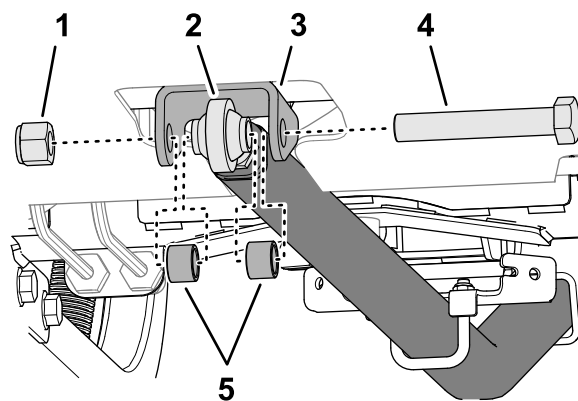

Figure 13
9. Alignez le trou côté tige de la barre d'attelage et les trous du support de la barre d'attelage au niveau la cloison du cadre arrière (Figure 13).
10. Fixez le côté tige de la barre d'attelage sur le support à l'aide de la vis (3/4 x 4 1/2 po), de 2 rondelles et d'un contre-écrou (3/4 po), comme montré à la Figure 13.